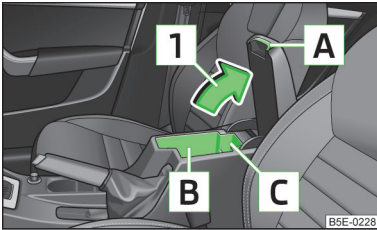

Abb. 67
- Den Deckel der Armlehne am Griff **A** in Pfeilrichtung **1** » Abb. 67 ziehen und öffnen.
Der Bereich **B** » Abb. 67 des Ablagefachs ist für das Verstauen von Gegenständen mit einer Größe von max. 98 mm x 104 mm x 142 mm vorgesehen.